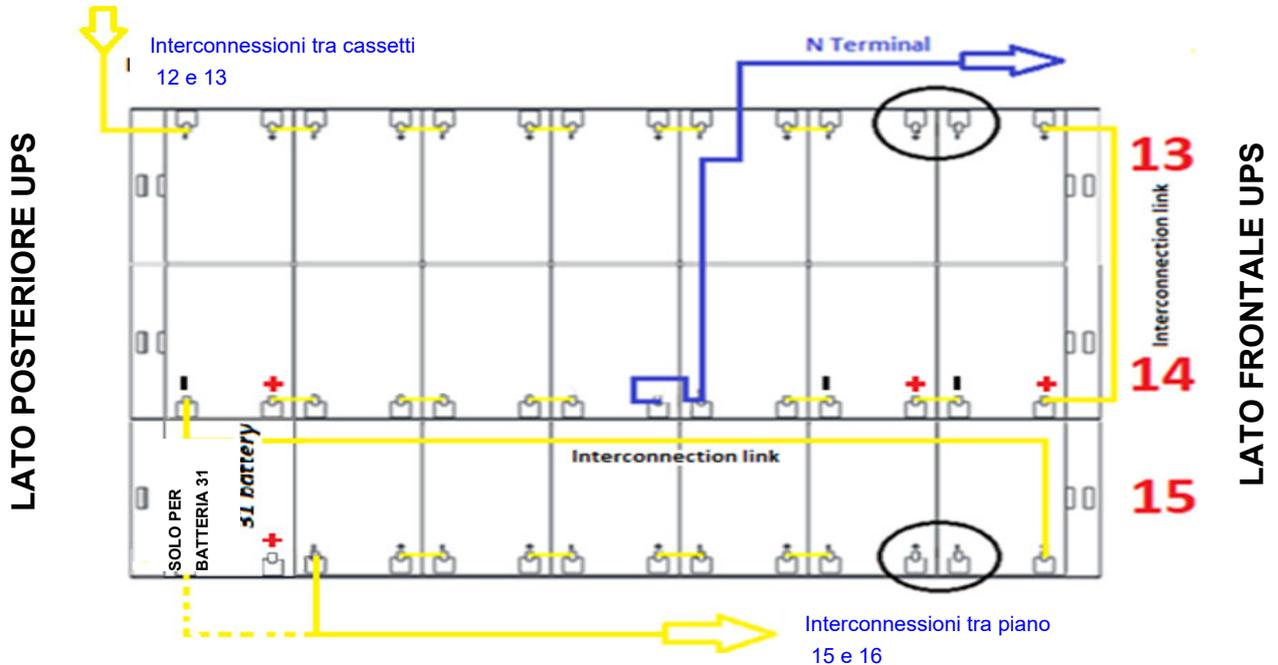

Figura 41 - Vista dall'alto Piano N°5
13) Sul Piano n°5 inserire i cassetti n°13-14-15 rispettando la posizione come dimostrato in Figura 41.